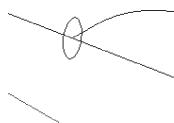

图 11-54 绘制壶把的椭圆截面
(6) 单击“默认”选项卡“绘图”面板中的“椭圆”按钮, 绘制壶把的椭圆截面。如图 11-54 所示。